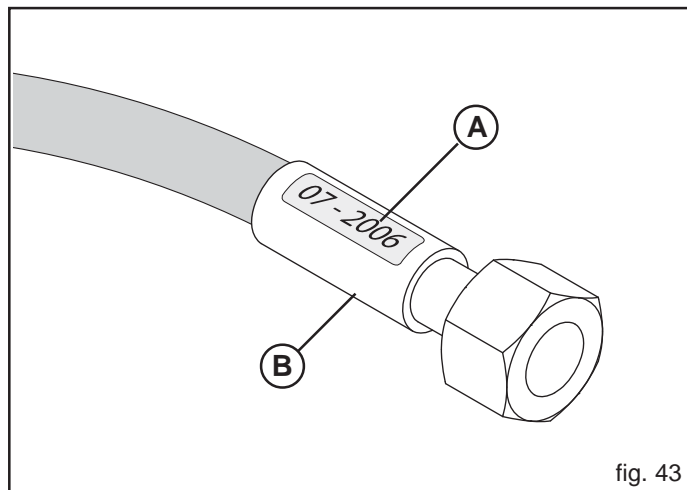

fig. 43
- perdite in prossimità dell'armatura del tubo (B, Fig. 43);
- corrosione dell'armatura (B, Fig. 43);
- superati i 5 anni dalla produzione (A, Fig. 43).